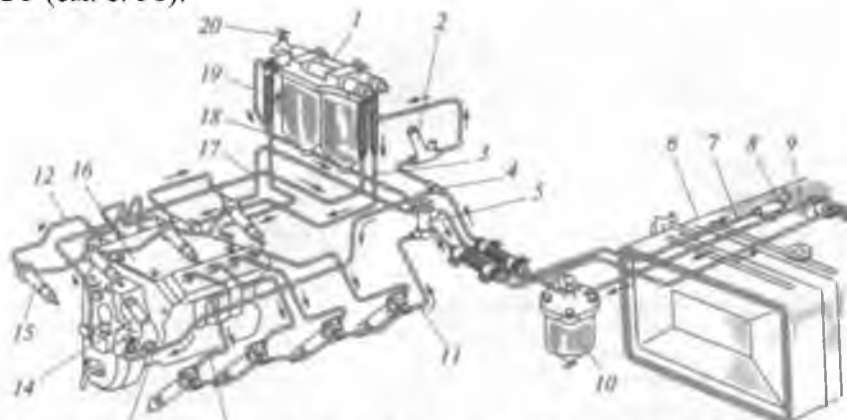
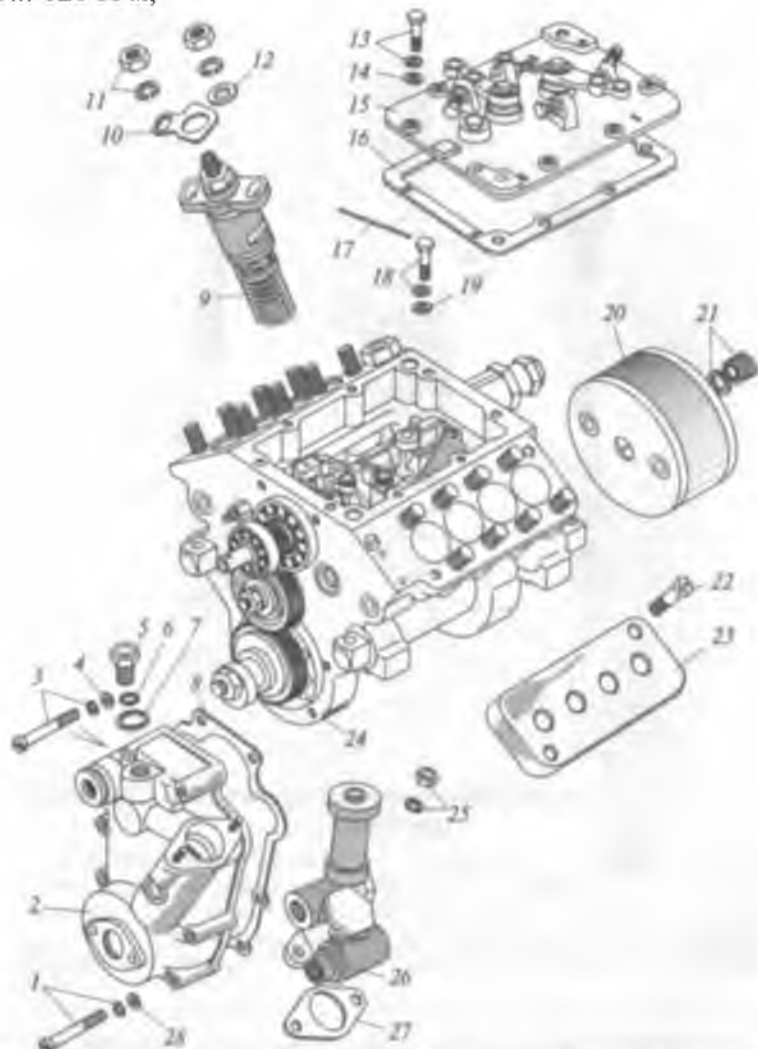

Рис. 1.18. Топливная система двигателя КамАЗ-740 (четырёхтактного дизеля):
Рис. 1.19. Схема разборки топливного насоса высокого давления:
Иллюстративный материал — рис. 1.18—1.21, учебные плакаты системы питания двигателя КамАЗ-740.
1. Изучить схему питания двигателя КамАЗ-740 топливом, устройство и работу его агрегатов. Для изучения использовать схему топливной системы двигателя КамАЗ-740 на рис. 1.18 и схему ТНВД на рис. 1.19.